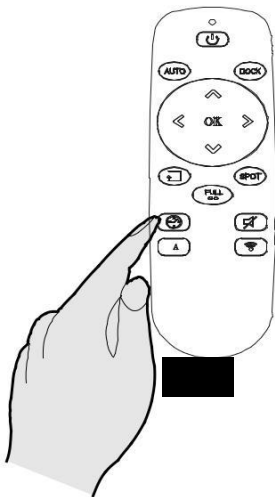

Fig. 13
1. Naciśnij przycisk usawienia zegara, pojawią się migające cyferki **[Fig. 13]**